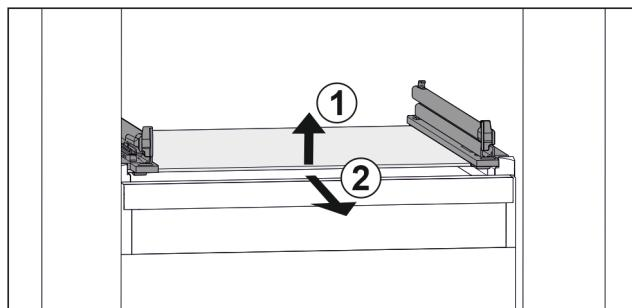

Fig. 110 Примерно изображение на стъклена плоча
- ▶ Повдигнете стъклена плоча отпред. Fig. 110 (1)
- ▶ Извадете стъклена плоча напред. Fig. 110 (2)